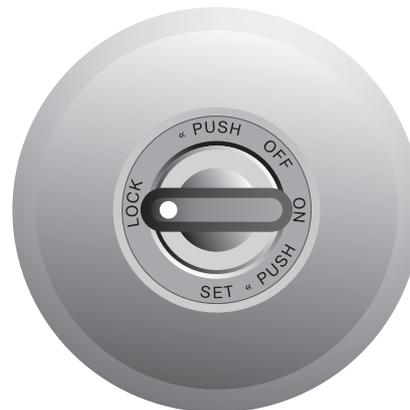

Рис. 2
- **Двусторонний ключ фирмы «Abloy»** (рис. 1) является органом управления механизмом замка и включением зажигания. При помощи вращения ключа из положения «**LOCK**» - в положение «**ON**», происходит разблокировка рулевого вала автомобиля и включение зажигания. Ключ вынимается и вставляется в замок только в положении «**LOCK**» (рис. 2). Ключ фиксируется в замке при положении «**ON**», «**OFF**» или «**SET**».
**4.1. Положение ключа «LOCK».** Исходное положение ключа в режиме «**LOCK**» - все выключено, ключ вынимается и вставляется, рулевой вал автомобиля и выключатель стартера заблокированы (рис.2). Для разблокирования вала рулевого управления, вставьте ключ в механизм секрета, и слегка вращая рулевое колесо вправо-влево, поверните ключ до упора из положения «**LOCK**» по часовой стрелке в положение «**ON**» (рис 4). Рулевой вал разблокирован, зажигание включено.